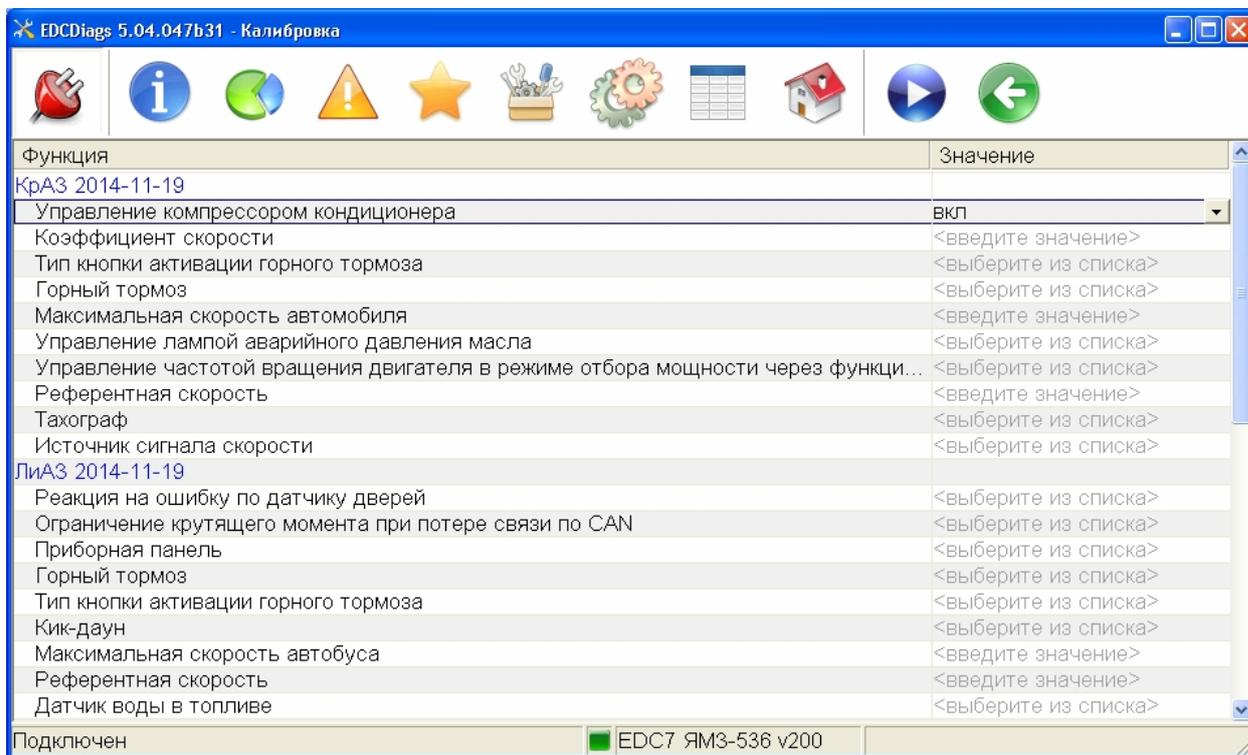

Рис. 3.6.
3.9.3. Тестирование с блоком управления 50.3763-30 (ОАО «ЭЛАРА»: В списке параметров выделить курсором «Тест подвижности рейки» и нажать кнопку «Дальше» . Для начала проведения теста нажать кнопку «Выполнить»  и дождаться окончания теста. Во время проведения теста положение рейки будет ступенчато изменяться от 0 до 70%, по окончании появится окно с графиком перемещения рейки ТНВД с заданным и текущим положением рейки рис. 3.6. Пока-